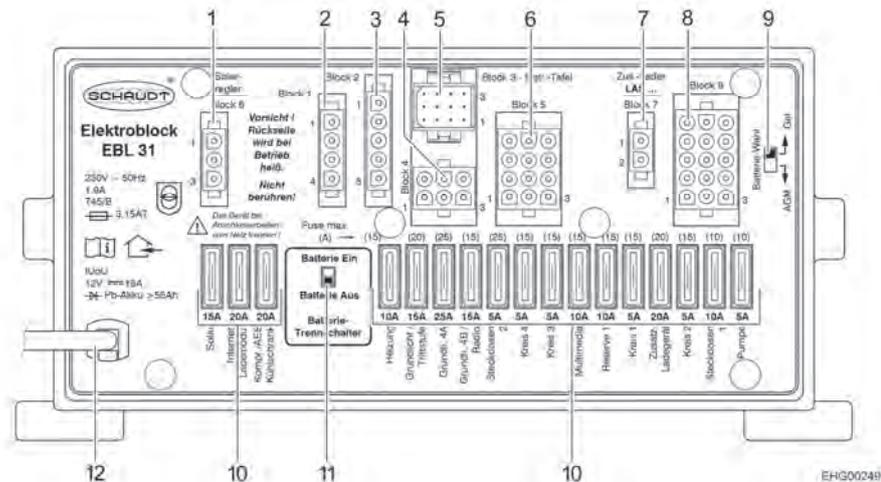

Fig. 76 Bloc électrique (EBL 31)
- ▷ Les consommateurs tels que chargeur, régulateur de panneau solaire, panneau de contrôle et autres sont alimentés par la batterie, même lorsque l'interrupteur principal 12 V est fermé sur le panneau de contrôle (Fig. 77,6). C'est pourquoi il faut mettre l'interrupteur-séparateur de batterie (Fig. 76,11) du bloc électrique sur "Batterie Aus" (batterie Arrêt) lorsque le véhicule n'est plus utilisé pendant une longue période.